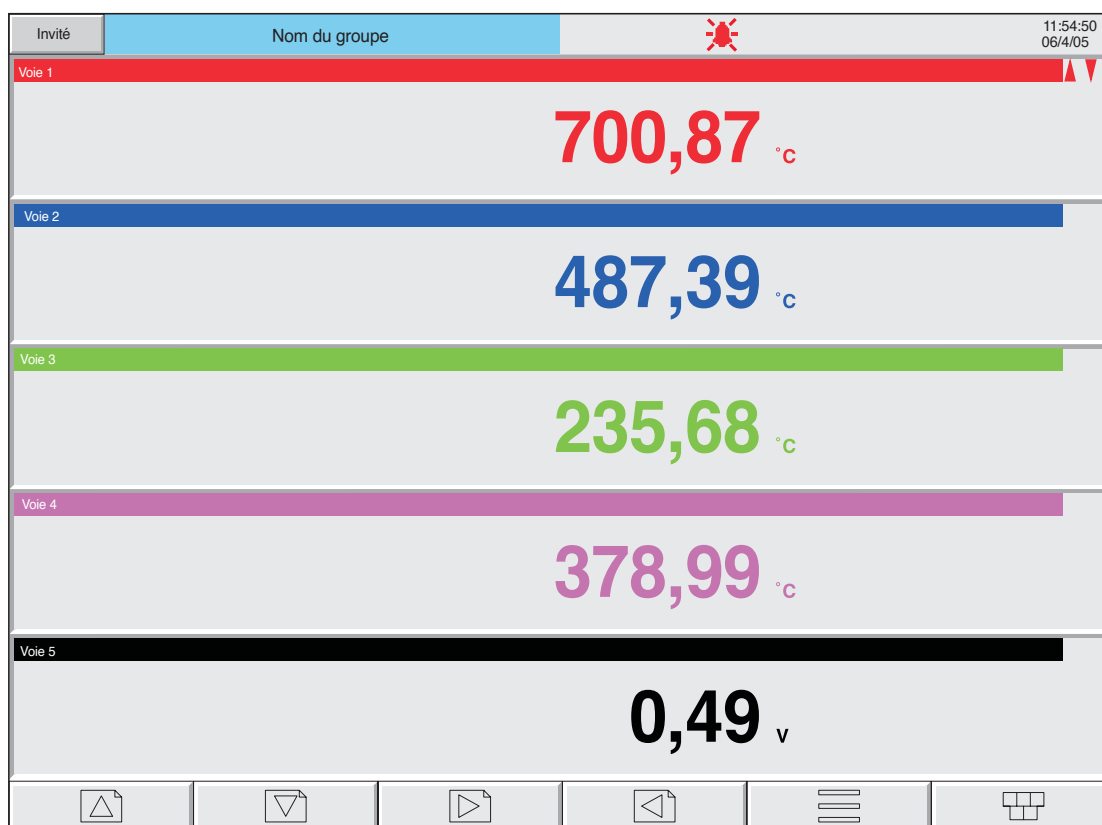
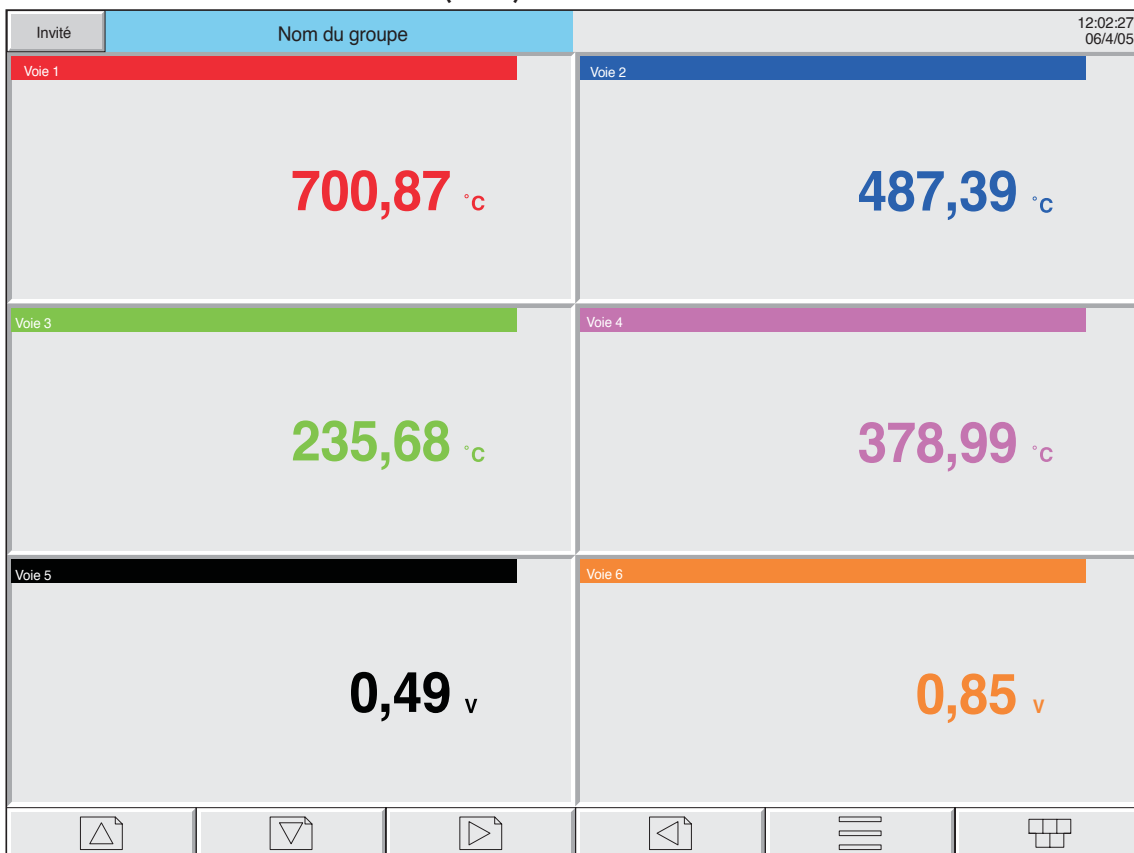

Figure 3.4.6a Mode d’affichage Numérique (exemple avec 1 à 5 voies)
Figure 3.4.6b Exemple de mode d'affichage numérique (6 voies)
Cet écran, accessible depuis le mode Barres-graphes horizontaux en utilisant la touche flèche vers le bas ou sélectionné à l’aide de la touche « Aller à la vue » du Menu principal affiche les valeurs mesurées (PV) sous forme de valeurs numériques. Le format (sélectionné automatiquement) est basé sur le nombre de voies dans le groupe d’affichage. Les figures 3.4.6a, 3.4.6b et 3.4.6c montrent des exemples types (grand format) des versions à une, deux et trois colonnes de ce mode d’affichage. Dans chaque version, les zones d’affichage des valeurs mesurées sont agrandies ou réduites pour remplir la totalité de l’écran.
Nota : Les figures 3.4.6a, b et c s’appliquent aux appareils grand format. Pour les appareils petit format, l’affichage à une colonne (figure 3.4.6a) est utilisé pour les groupes dont 4 points sont activés et l’affichage à deux colonnes (figure 3.4.6b) avec une barre de défilement, si nécessaire, pour les groupes de plus de quatre points. L’enregistreur petit format n’utilise pas le mode à trois colonnes (figure 3.4.6c).